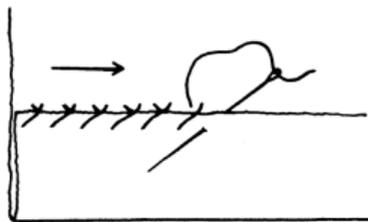

Рис. 7
«СКОльзяЩИЙ» КРЕСТООБРАЗНЫЙ СТЕЖОК (РИС. 7)
Вот немного другой вариант обычного крестообразного стежка, обладающий парой дополнительных преимуществ: он быстрее в выполнении и, кроме того, край не может «завернуться» к внутренней стороне, поскольку нить проходит как снизу, так и сверху (рис. 7).
3. Вместо того чтобы сделать стежок «вперед иголку» на закрепляемой детали, введите иглу между двумя деталями и выведите ее в том месте, где вы сделали стежок «вперед иголку» (рис. 7). Вернитесь к нижней части и продолжайте.